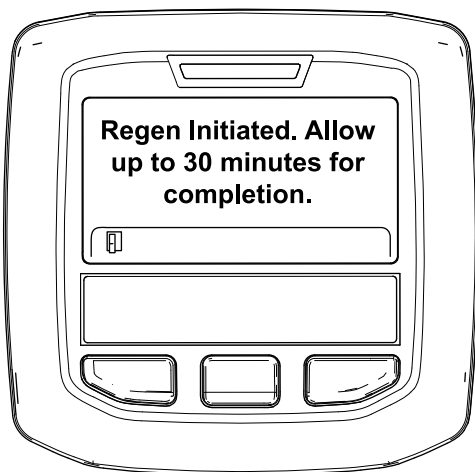

Figure 37
- Si la régénération est autorisée, le message « Regen Initiated. Allow up to 30 minutes for completion » (régén. lancée. Durée max 30 minutes) s'affiche dans l'InfoCenter. Attendez que la machine termine le processus de régénération en stationnement (Figure 37).